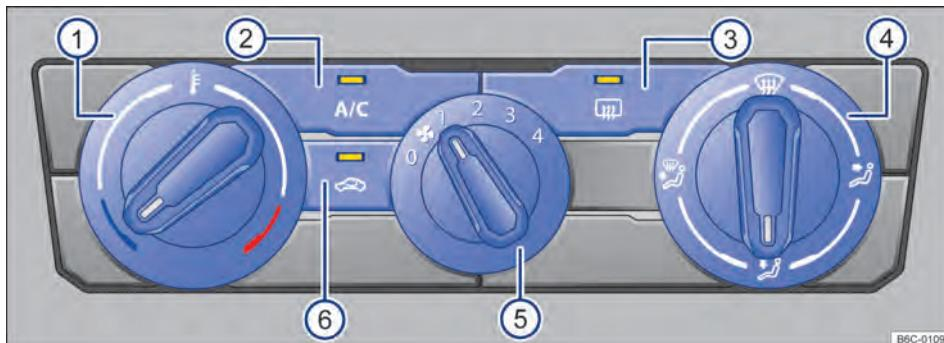

Fig. 82 Comandos do ar-condicionado.
- Ar-condicionado: girar o regulador do ventilador para o nível 0 → Fig. 82 ⑤.
- Climatronic: deslizar o dedo para a esquerda sob a superfície de função → Fig. 82 ⑦, depois pressionar o botão da extremidade esquerda .
- Ar-condicionado: pressionar o botão → Fig. 82 ② para ligar e desligar o funcionamento da refrigeração.
- Ar-condicionado: girar o regulador rotativo esquerdo → Fig. 82 ①.
- Ar-condicionado: girar o regulador do ventilador → Fig. 82 ⑤.
- Ar-condicionado: pressionar o botão → Fig. 82 ⑥.
- Ar-condicionado: girar o regulador da direita → Fig. 82 ④ para posição desejada.
- **Ar-condicionado**: girar o regulador direito para a posição  → Fig. 82 ④.
- **Ar-condicionado**: pressionar o botão  → Fig. 82 ③.